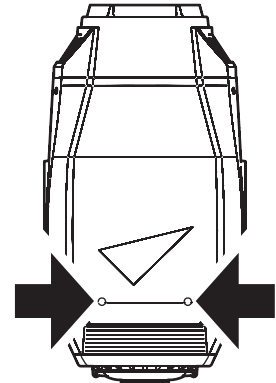

Bild 20:
2. Lösen Sie die beiden Schnellverschlüsse jeder Kopfabdeckung und entfernen Sie die Abdeckung nach Lösen des Fangseiles (siehe Bild 20).
3. Lösen Sie die zwei Schnellverschlüsse der Kopfabdeckung (siehe Bild 20). Lösen Sie das Fangseil und entfernen Sie die Kopfabdeckung.